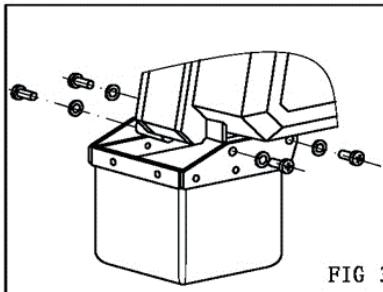

FIG 3
Démontage et installation de la chaîne de levage (voir figures 3, 4, 5)
1. Enlevez le sac à chaîne (fig. 3).